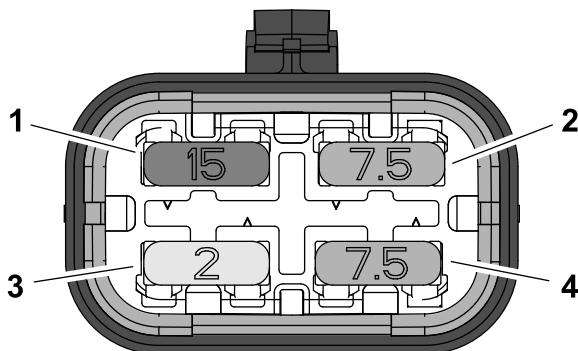

**Figura 42**
- Nella parte anteriore, lato entrobordo della torre di controllo, rimuovete il coperchio del portafusibili dal portafusibili (Figura 42).
- Rimuovete il fusibile aperto dal portafusibili (Figura 42).
Il portafusibili è parte del cablaggio preassemblato della macchina. Si trova dietro il ricevitore nella parte destra della torre di controllo (Figura 42).